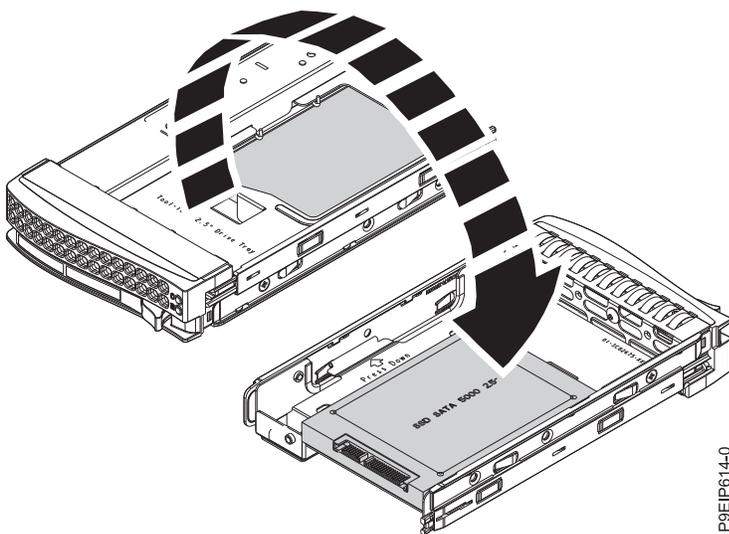

Figura 3. Cómo dar la vuelta a la bandeja de 2,5 pulgadas
- a. Dé la vuelta a la bandeja como se muestra en la Figura 3.